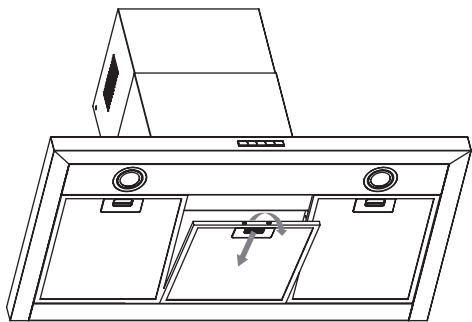

Рис. 10
- Выньте фильтры, как показано на Рис. 10.